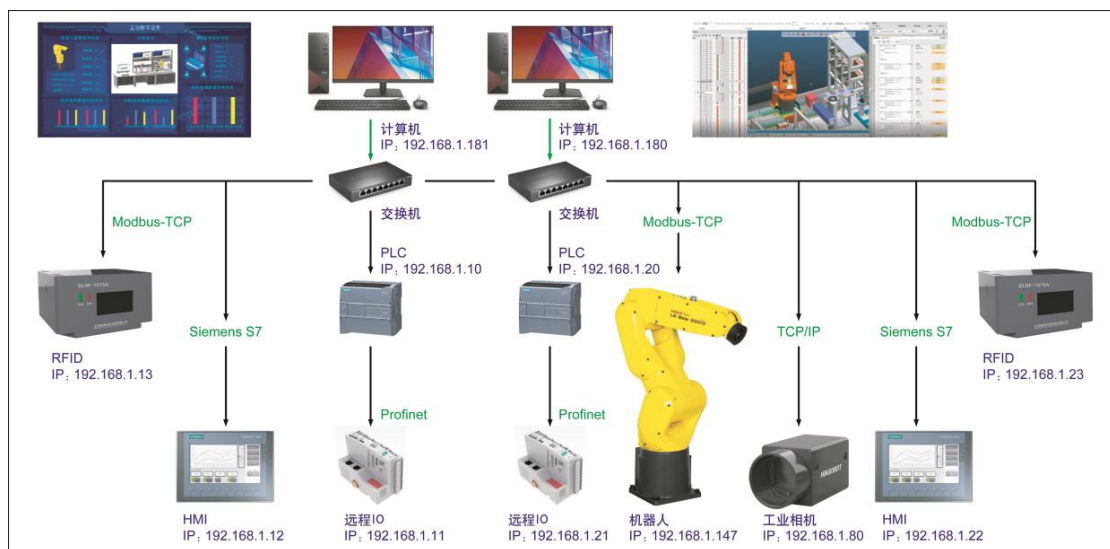

图 2-1 网络拓扑图
2. 编写触摸屏、PLC、RFID、机器人、相机等综合通讯程序，完成产线瓶体供料、传输、物料灌装、瓶体封盖、成品入库任务，网络拓扑图如图 2-1 所示。